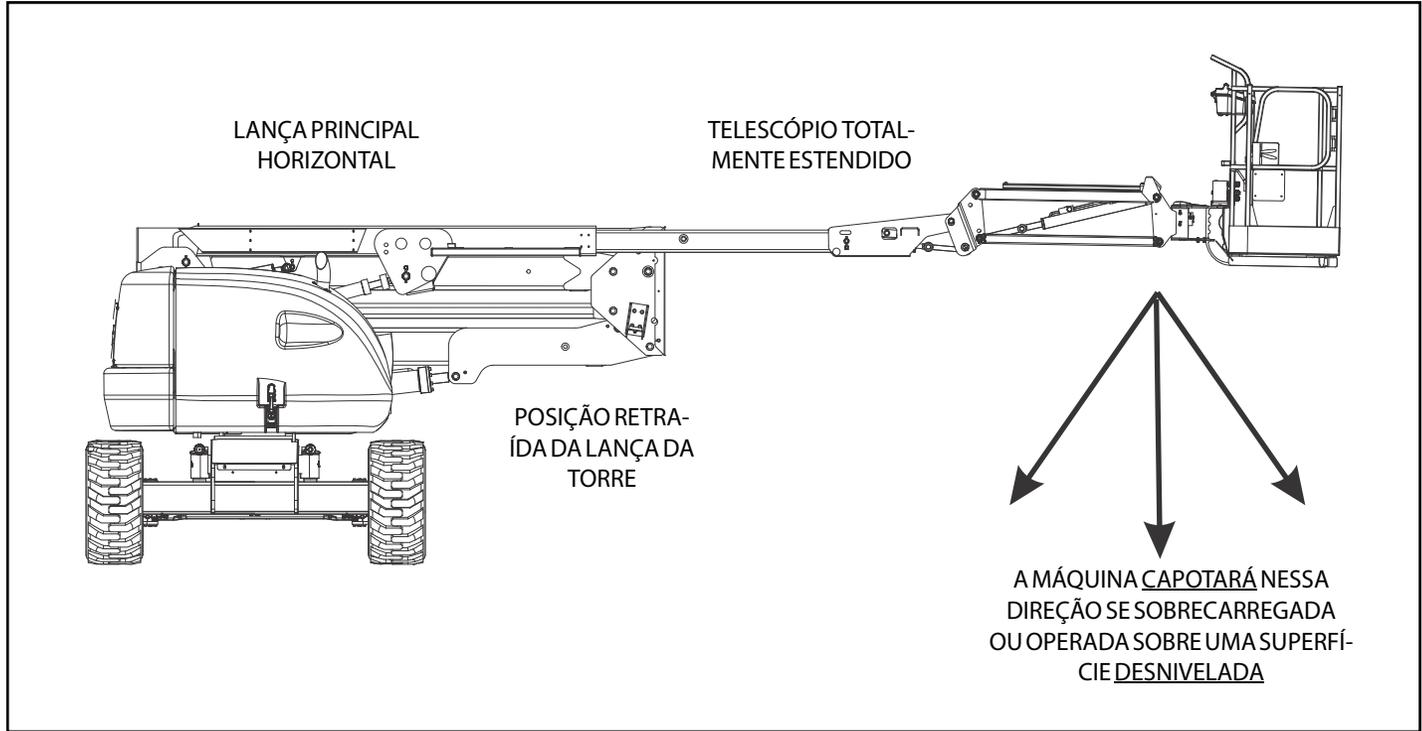

Figura 4-1. Posição de Menor Estabilidade Dianteira
A estabilidade da máquina é baseada em duas (2) condições que são chamadas de estabilidade DIANTEIRA e estabilidade TRASEIRA. A posição da máquina de menor estabilidade DIANTEIRA é mostrada na (Consulte Figura 4-1.) e sua posição de menor estabilidade TRASEIRA é mostrada na (Consulte Figura 4-2.)